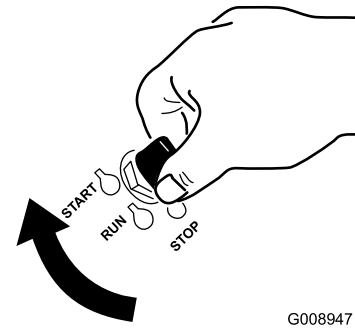

Figura 16
1. Gire la llave de contacto a la posición de ARRANQUE (Figura 16).